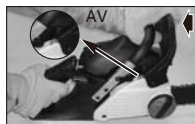

Fig. 6A
1. KJEDEBREMSEN er DEAKTIVERT (kjeden kan beveges) når BREMSESPAKEN ER TRUKKET BAK OG LÅST. Sørg for at kjedebremsehendelen er i AV-posisjonen. (Fig. 6A)